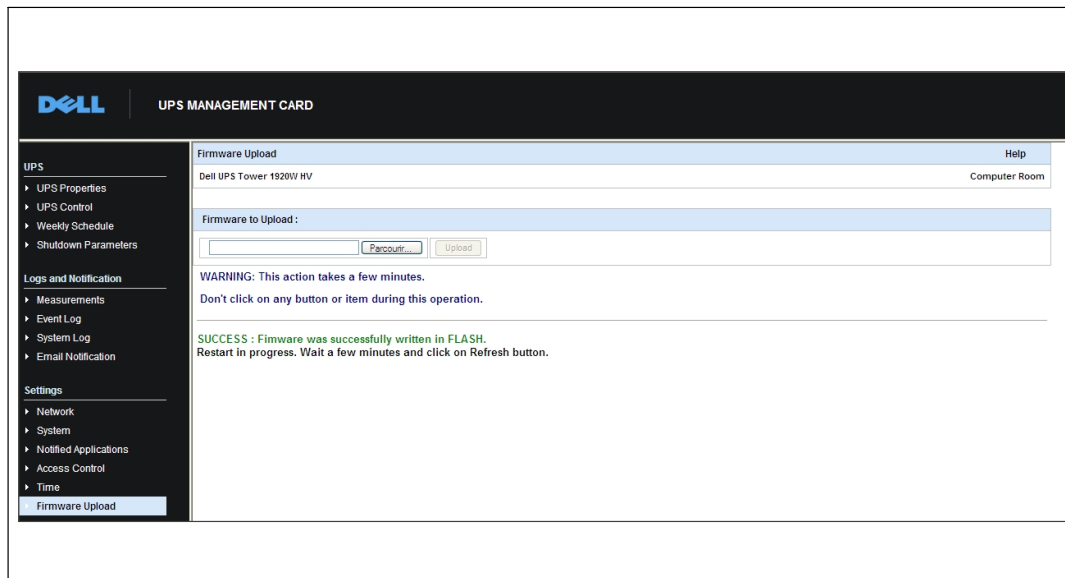

図 47. ファームウェアアップロードの確認
**注記：** アップロードには最高5分までかかります。カードがファームウェアアップロードの完了の確認メッセージを表示するまで、操作を中断しないでください（図 47）。